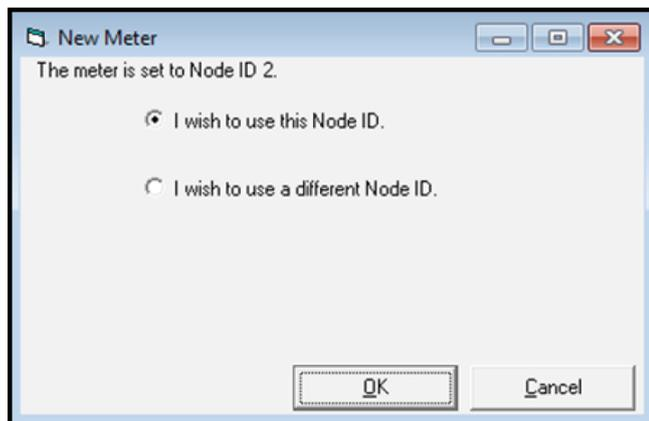

Рис. 4: Идентификатор узла для нового прибора (New Meter Node ID)
- Щелкните правой кнопкой мыши на пиктограмме *Com Port* и выберите опцию *New Meter* (новый прибор). На первом экране программы-мастера *Add New Meter* (добавить новый прибор) выберите опцию “*I don't know the node ID of the meter I am adding to the network*” (я не знаю идентификатор узла для прибора, который я добавляю к сети) и щелкните кнопку **ОК**. На втором экране выберите опцию “*It is the only meter connected to the communications port*” (это единственный прибор, присоединенный к порту связи) и кнопку **ОК**. Если прибор обнаружен, то будет открыт экран, похожий на *рис. 4* ниже. Щелкните кнопку **ОК**.